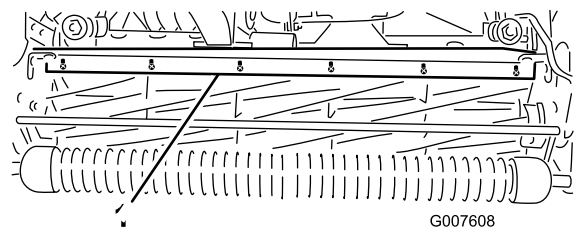

Bild 56
- Lockern Sie die Schrauben, mit denen die obere Leiste am Mähwerk befestigt ist (Bild 56).